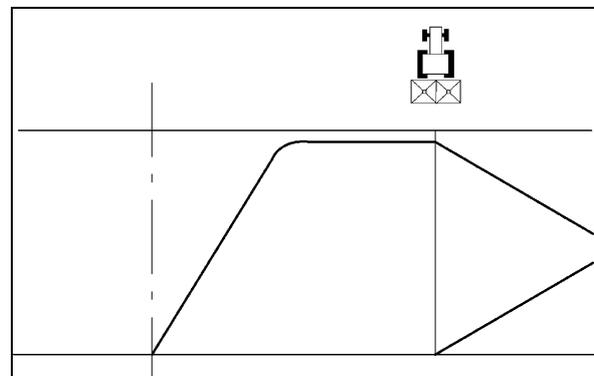

Fig. 56
**Grenzstreuen nach Düngeverordnung** (Fig. 56):
**Zum Grenzstreuen** (gemäß Düngeverordnung) (Fig. 56) bzw. **Randstreuen** (neben eigene, gleich zu behandelnde Flächen) (Fig. 57) die **linke Omnia-Set** Streuscheibe (linksseitiges Randstreuen - Normalfall), in Fahrtrichtung gesehen, **gegen** die entsprechende Grenzstreuscheibe **Tele-Set auswechseln**. Zum rechtsseitigen Randstreuen ist eine spezielle Grenzstreuscheibe lieferbar.